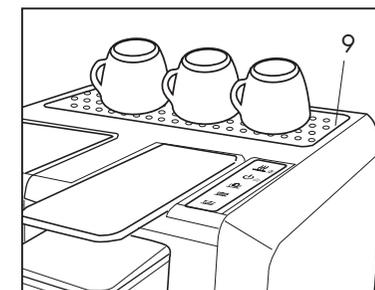

Abb. 11
- Wenn Sie einen Espresso zubereiten möchten, verwenden Sie eine dicke Tasse die Sie zuvor vorwärmen, um zu vermeiden dass der Kaffee schnell abkühlen kann. Sie können die Tasse auf dem Tassenwärmer (9 vorwärmen) **(Abb. 11)**